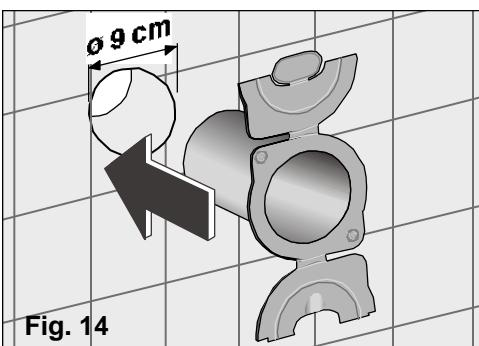

Fig. 14
- ❑ Faire un trou de 9 cm de diamètre dans le mur où seront placés les accessoires de Traversée de Murs, **Fig. 14.**